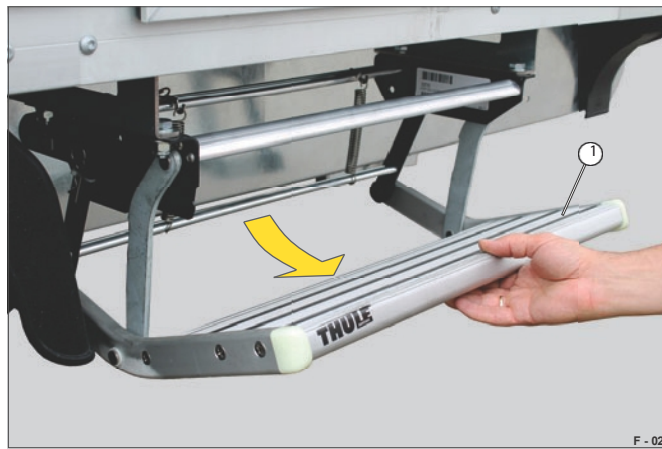

Fig. 19 Girar o degrau para fora
- Puxe o degrau para fora (Fig. 19/1).